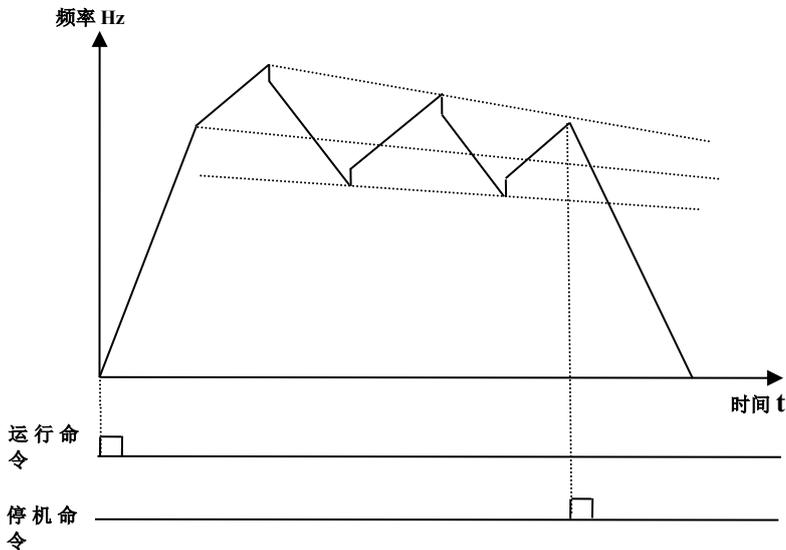

图 6-7 摆频模式 2 工作示意图
- F235=2，摆频模式 2，中心频率递减模式，工作过程如图 6-7 所示。